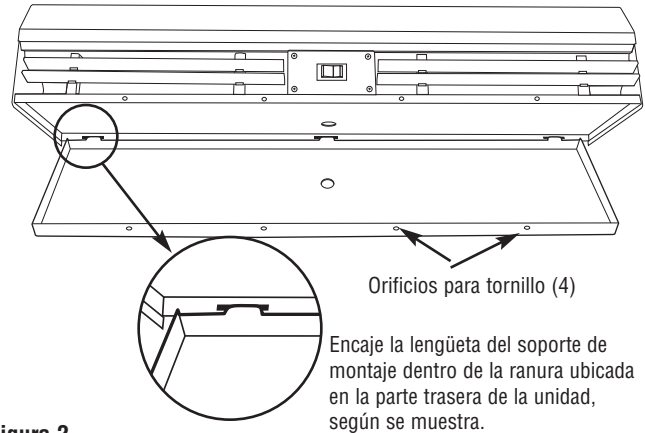

Figura 2
2. Monte la carcasa de la cortina de aire simplemente "colgando" la unidad sobre el soporte de montaje de la unidad alineando las lengüetas verticales con las ranuras de la carcasa de la cortina de aire (Figura 2). Asegure la cortina de aire al soporte de montaje mediante los cuatro (4) tornillos cruciformes.